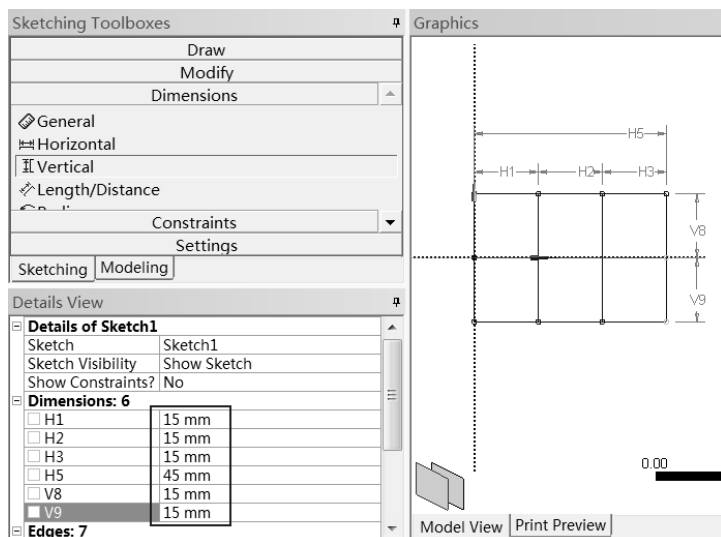

图 2-103 标注长度
Step7: 如图 2-103 所示, 选择 Dimensions General 命令, 然后单击图形的任何一条线段, 标注其长度, 在 Details View 面板的 Dimensions:1 H1 栏中输入 15mm, 并按 Enter 键确定。其余尺寸也都标为等间距 15mm。